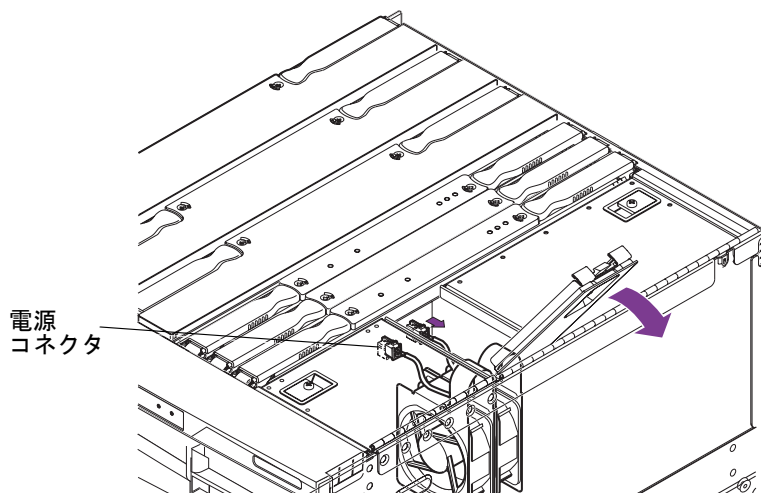

図 6-10 ファンの電源コネクタの確認
5. 取り外すファンを確認します。電源コネクタを外します (図 6-10)。
6. ファンに電源コネクタを接続します (図 6-10)。